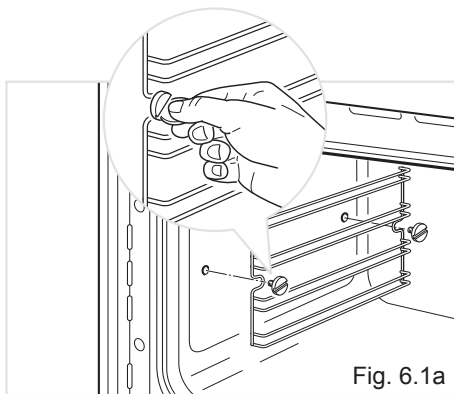

Fig. 6.1a
- Montare i telai laterali fissandoli alle pareti del forno con 2 viti (fig. 6.1a).